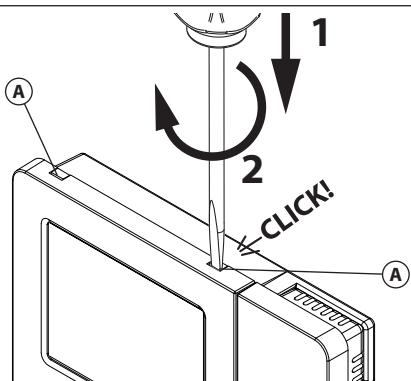

Fig. 3
- Per installare il videocitofono è necessario aprirlo separando la base dal coperchio che ospita tutta l'elettronica dello stesso: scollegare la cornetta dal videocitofono rimuovendo il relativo plug quindi inserire la punta di un giravite piatto da 5.5mm nella clip **A** dopodiché ruotare in senso orario fino a che non si udirà un "CLICK!". Ripetere la stessa operazione con l'altra clip come mostrato in **Fig. 3**.